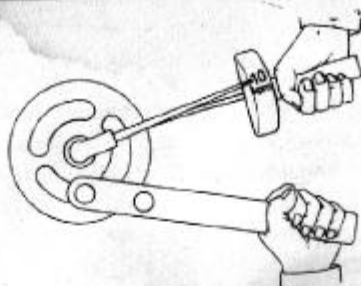

Bild 10. Svänghjulets fastspänning
- (2) Håll i svänghjulet med ena handen och spänn muttern med hylsa eller länkeyckel så hårt som möjligt.
- (3) Genom att slå med hammare på nyckelskaftet tvingas muttern yttermera 1/6 varv. Se bild 10.